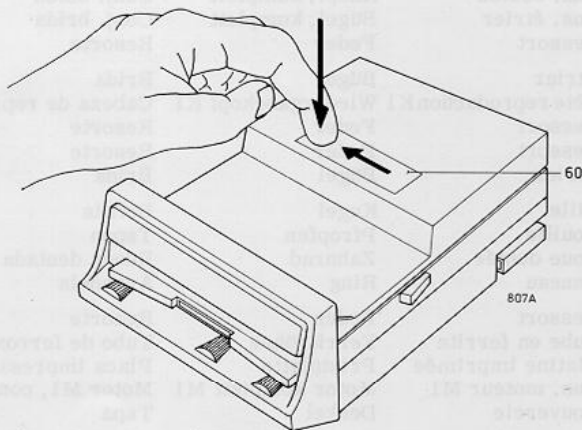

Fig. 2
- Oter le capuchon recouvrant la tête de reproduction (voir fig. 2).
- Entferne die Kappe über dem Kopf (siehe Abb. 2).
- . Retire la caperuza encima de la cabeza (vea la fig. 2).
- . Remove lid 60 (see Fig. 2).
- . Luikje 60 wegnemen (zie Fig. 2).
- . Enlever le couvercle 60 (voir fig. 2).
- . Entferne Deckel 60 (siehe Abb. 2).